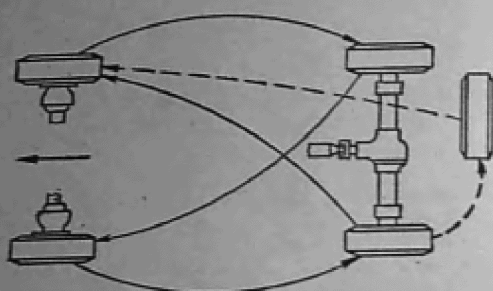

Рис. 13. Схема последовательности перестановки шин
- если обнаружишь неравномерный износ рисунка протектора, то переставь шины в последовательности, показанной на рис. 13; если обнаружишь интенсивный неравномерный износ передних колес, то проверь и при необходимости отрегулируй на ПТО сходжение колес, которое должно быть в пределах $1,5\text{--}3 \text{ мм}$;